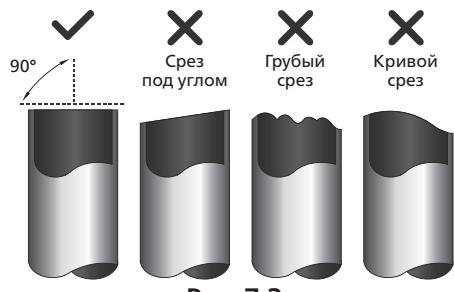

Рис. 7.2
- Труба должна быть отрезана строго под углом 90°. Примеры неправильно обрезки показаны на рис. 7.2.